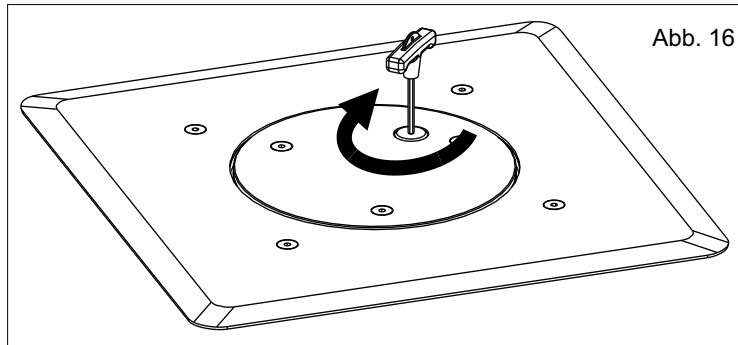

Abb. 16
**9.3.** Wenn der Poller komplett heruntergefahren ist, den Schlüssel im Uhrzeigersinn drehen und den Verschluss wieder festschrauben um den Poller erneut zu blockieren (Abb. 16).